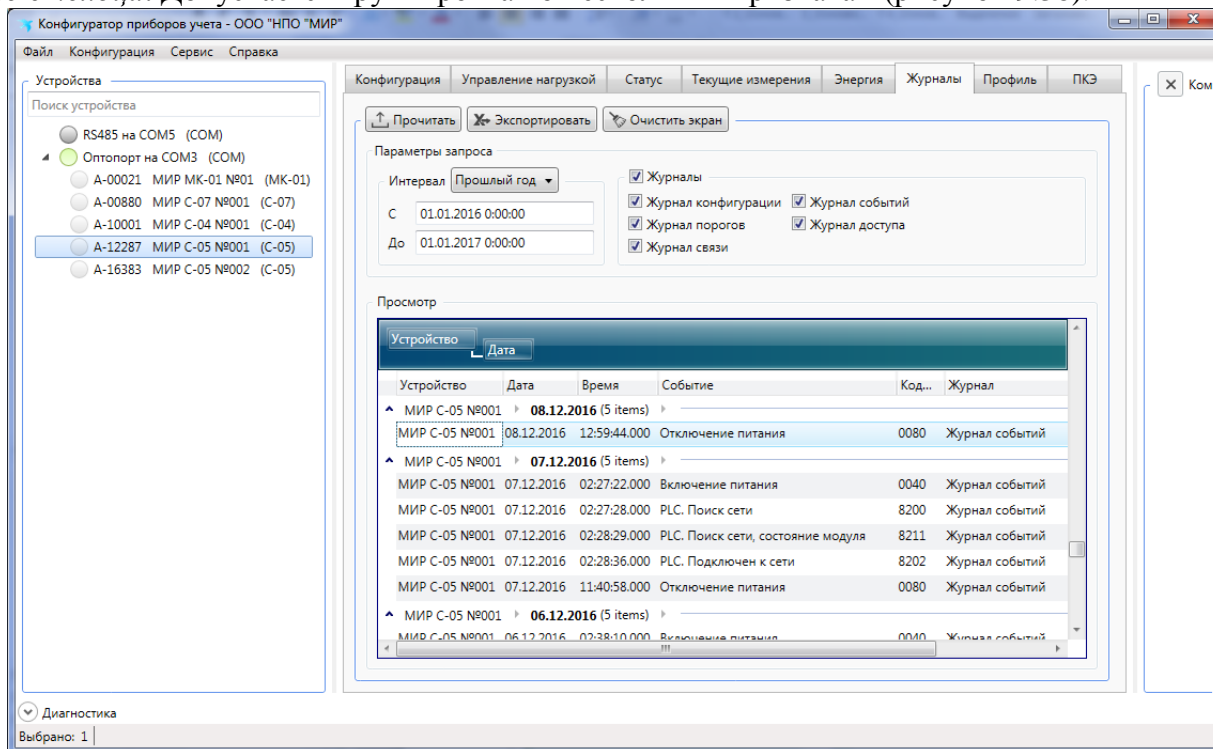

Рисунок 9.38 – Группировка событий журналов по коду события
9.8.5.4 Если требуется сгруппировать события, то следует перетащить мышью заголовок столбца, по признакам которого будет производиться группировка, на панель с надписью *Перетащите заголовок на эту панель для группировки по значениям выбранного столбца*. Допускается группировка по нескольким признакам (рисунок 9.38).